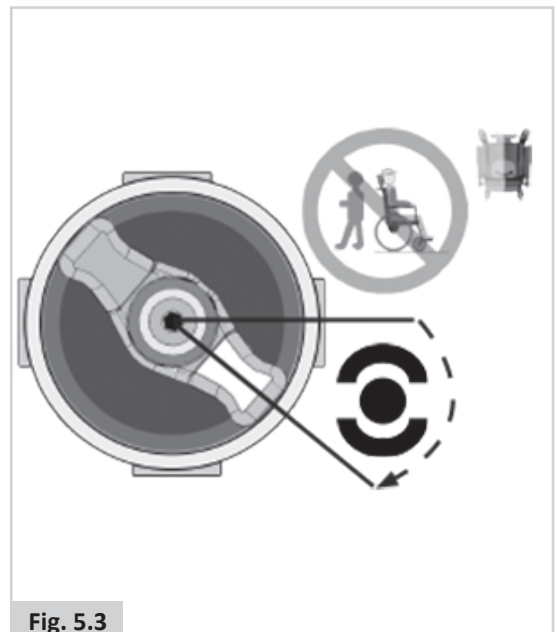
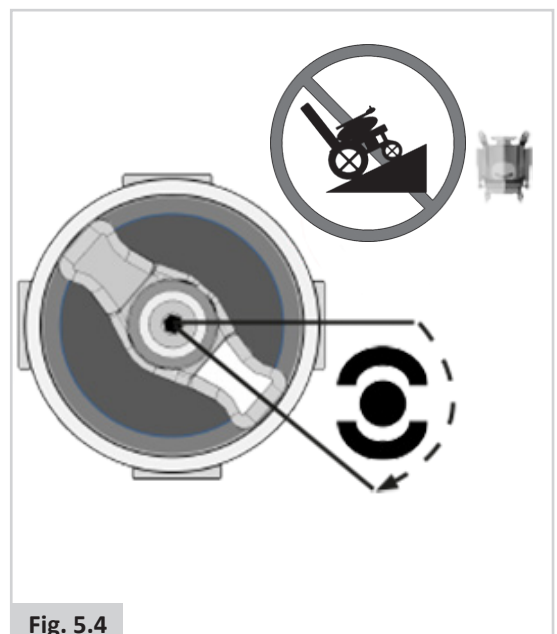

Fig. 5.3
Fig. 5.4
2. Zum Auskuppeln der Motoren. (Fig. 5.3 - Fig. 5.4).